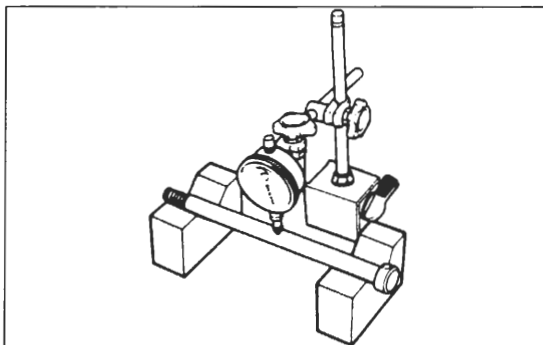

Bild 321
- Schwinggachse in Prismenblöcke legen und Schlag messen (Bild 321). Verschleissgrenze 0,3 mm.